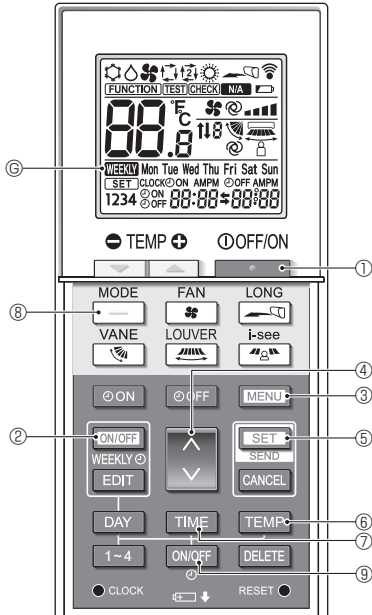
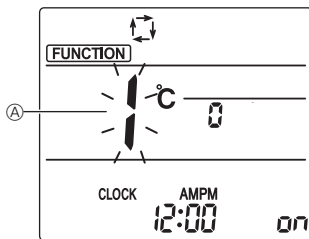
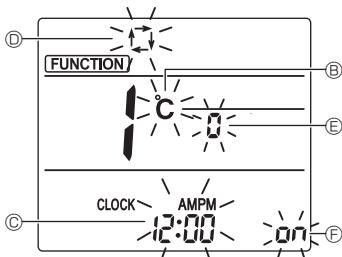

Fig. 5-1
Fig. 5-2
Fig. 5-3
| Point de réglage | Réglage | Fig. 5-3 |
(Fig. 5-1, Fig. 5-2)
(Fig. 5-1, Fig. 5-3 Ⓐ)
(Fig. 5-1, Fig. 5-3 Ⓒ)
(Fig. 5-1, Fig. 5-3 Ⓓ)
5.5. Changement du n° de paire (Fig. 5-1, Fig. 5-3 ④)
5.6. Changement du réglage du rétroéclairage (Fig. 5-1, Fig. 5-3 ⑥)
5.7. Achèvement des réglages (Fig. 5-1, Fig. 5-2)